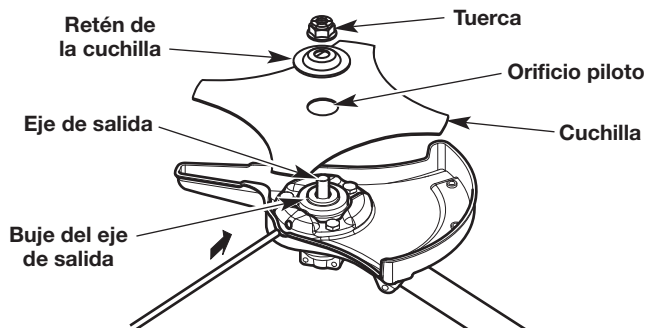

Fig. 29
4. Mientras sostiene la varilla de seguridad en su lugar, coloque la cuchilla sobre el alojamiento del eje de salida (Fig. 29).
**ADVERTENCIA:** Para evitar lesiones personales graves, asegúrese de que el orificio piloto de la cuchilla se asiente de forma plana contra el casquillo del eje de salida (Fig. 29). La unidad vibrará y la cuchilla se puede desprender si la cuchilla no está centrada.
5. Coloque la retención de la cuchilla sobre el eje de salida con la superficie plana contra la cuchilla (Fig. 29).
6. Atornille la tuerca sobre el eje de salida (Fig. 29).